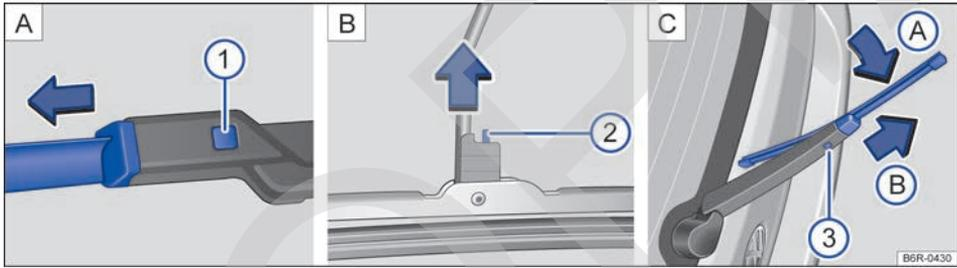

Fig. 157 Variantes **A** y **B**: cambio de las escobillas limpiacristales del parabrisas. Variantes **B** y **C**: cambio de la escobilla limpiacristales de la luneta.
- Mantenga presionada la tecla de desbloqueo → fig. 157 ① y tire al mismo tiempo de la escobilla en el sentido de la flecha.
- Mantenga presionada la tecla de desbloqueo → fig. 157 ② y desplace al mismo tiempo la escobilla en el sentido que indica la flecha. A continuación, desenganche la escobilla hacia un lado y retirela en el sentido contrario al de la flecha.
- Mantenga presionado el desbloqueo → fig. 157 ③ y, a continuación, doble la parte superior de la escobilla en el sentido de la fle-
cha A y extráigala en el sentido de la flecha → fig. 157 B. Es probable que tenga que emplear bastante fuerza.
- Inserte una escobilla nueva de la misma longitud y tipo en el brazo del limpiacristales en el sentido contrario al de la flecha → fig. 157 B hasta que encastre. Para ello, la escobilla debe estar doblada → fig. 157 A.